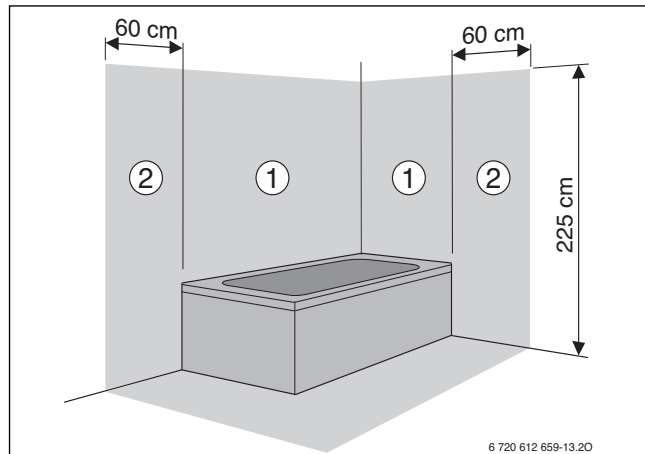

Fig. 16
- nella zona di protezione 1 e 2 (→ fig. 16):